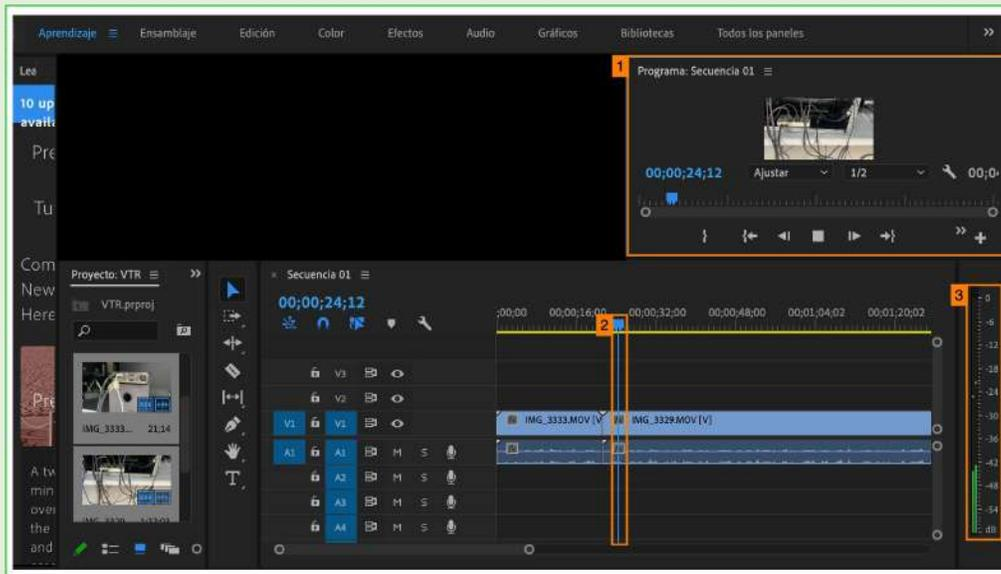

Imagen 39. Visualizar el video.
- Después de haber ubicado los clips en la línea de tiempo, ejecutar o pausar el proyecto oprimiendo la barra espaciadora del teclado. En la parte superior derecha, en la ventana "Programa", se puede visualizar el video y, para desplazarse entre los clips de video, se debe mover el cursor azul según sea la necesidad (imagen 39).
- Después de ubicar los clips en la línea de tiempo, ejecutar o pausar el proyecto oprimiendo la barra espaciadora del teclado. En la parte superior derecha, en la ventana "Programa", se puede visualizar el video y, para desplazarse entre los clips de video, se debe mover el cursor azul según necesidad (imagen 39).